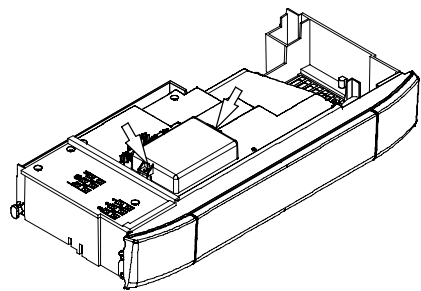

fig. 5.18
Svitare le viti e rimuovere il coperchio copri morsettiere fig. 5.18
- Togliere le due viti indicate in fig. 5.18 e aprire il coperchio della morsetteria collegamento **sonda esterna e comando remoto**.